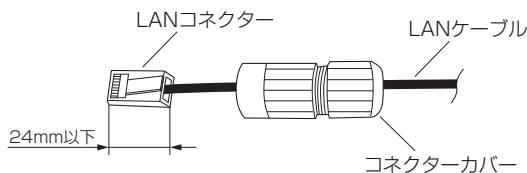

図3 LAN コネクタ寸法
- 本機と接続するLANコネクタの寸法は全長24mm以下とすること。(図3)